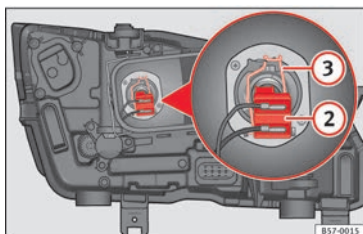

Fig. 105 En el vano motor: lámpara de luz de cruce.
3. Extraiga el conector » **fig. 105** ② de la lámpara.
4. Desenganche el resorte retenedor » **fig. 105** ③ presionándolo hacia dentro y a la derecha.